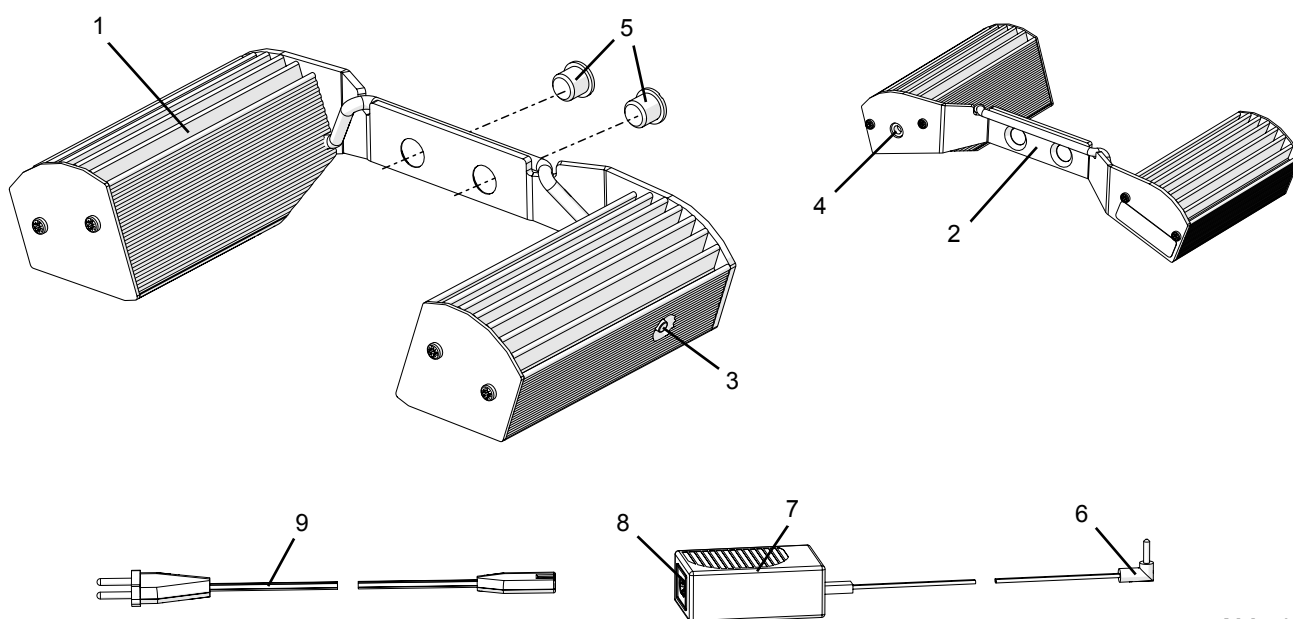

Abb. 1
- ⇒ Netzkabel (9, Abb. 1) an Netzanschluss (8, Abb. 1) des Netzteils (7, Abb. 1) einstecken.
Mit der Ein- / Aus-Taste (3, Abb. 1) wird die LED Beleuchtung ein- und ausgeschaltet und auf eine reduzierte Lichtstärke (gedimmt) umgeschaltet.